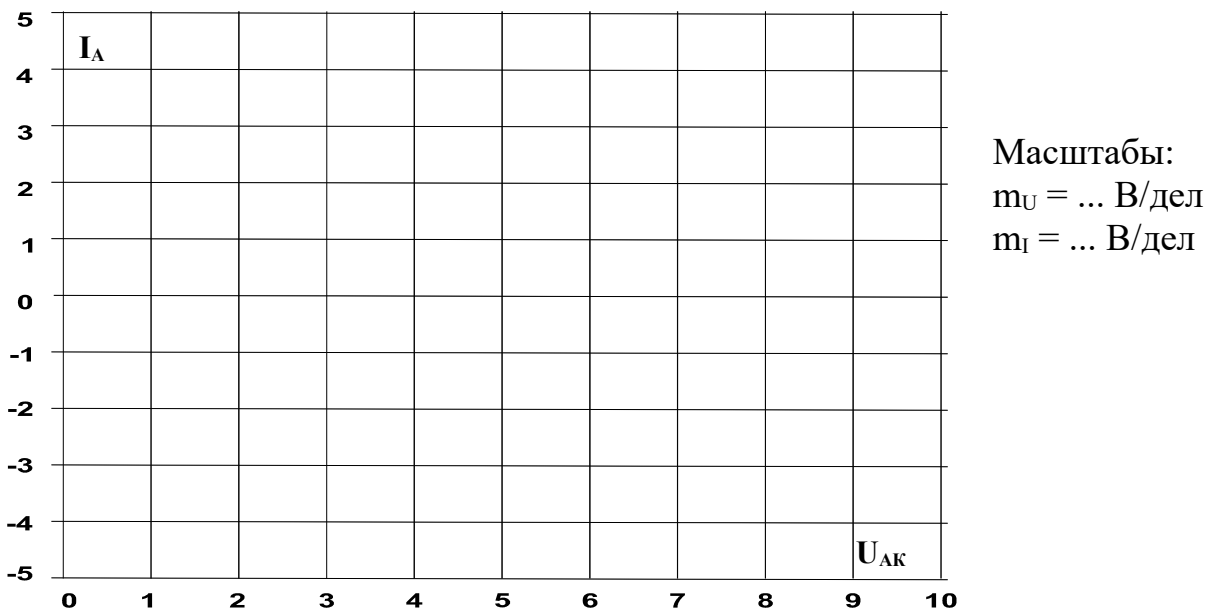

Рисунок 11
3.7. Включите режим XY осциллографа (канал V0 по входу X и канал A1 по входу Y), получите на экране изображение вольтамперной характеристики $I_A(U_{AK})$. Проследите за ее изменением при увеличении и уменьшении тока управления и перерисуйте на график (рис. 11) при $I_y > I_{отп}$ и $I_y < I_{отп}$. Не забудьте указать масштабы.